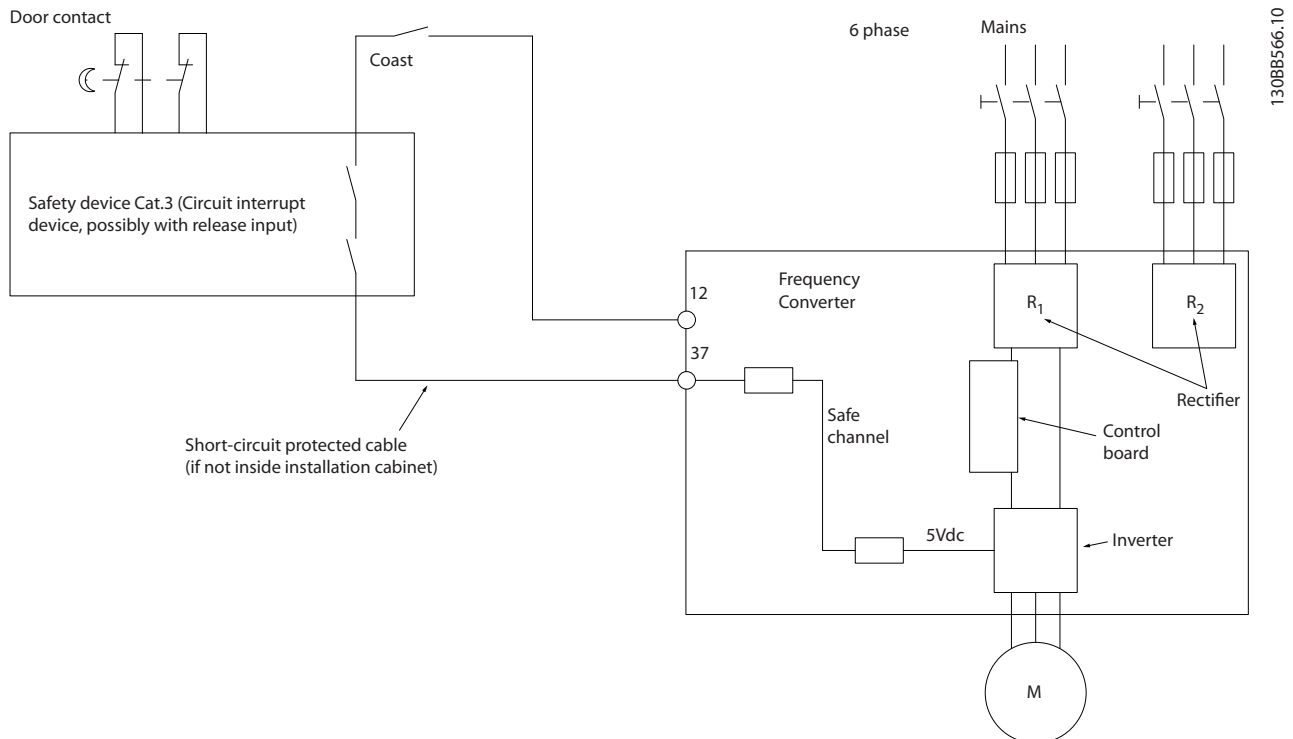

Abbildung 2.5 Abbildung der wesentlichen Aspekte einer Installation zum Erzielen der Stoppkategorie 0 (EN 60204-1) mit Sicherheitskategorie 3 (EN 954-1).
*Abbildung 2.5* zeigt eine Anwendung mit Stoppkategorie 0 (EN 60204-1) gemäß Sicherheitskategorie 3 nach EN 954-1. Klemme 37 wird über einen Sicherheitsbaustein geschaltet,